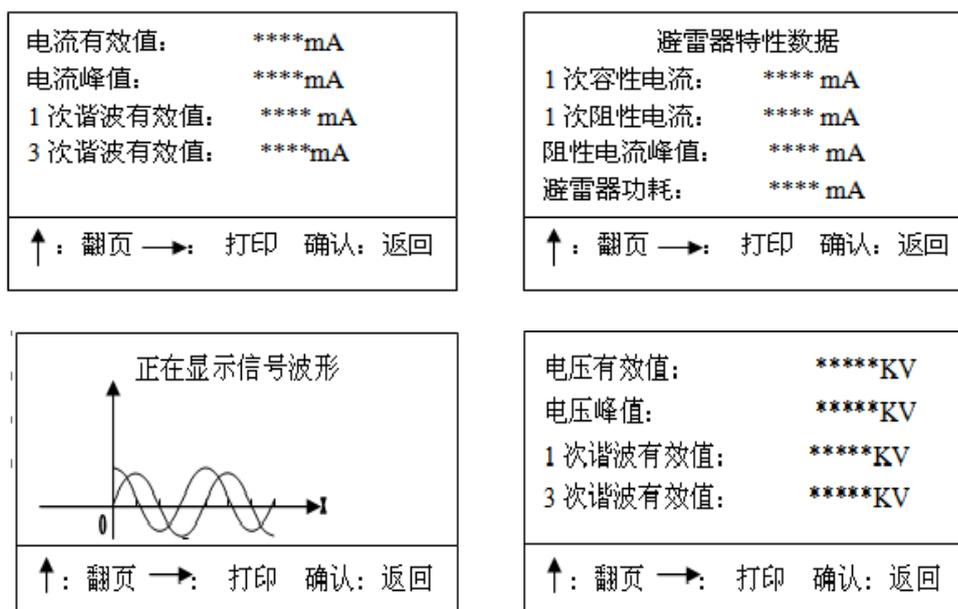

图 6 测试数据界面
6. 进入“开始测量数据”→按“确认”键，屏幕显示如图 6 所示。